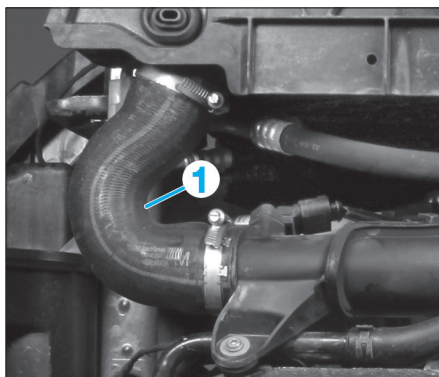

FIG. 29
- Déposer le tuyau (1) (Fig.29).